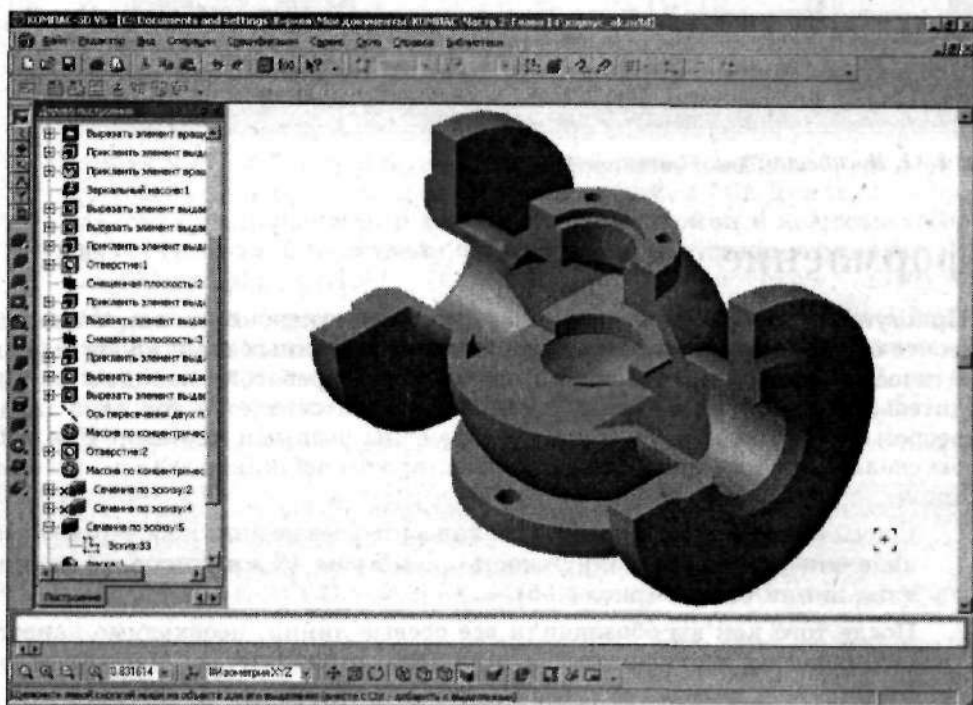

Рис. 4.53. Создайте третье сечение
19. После того как вы покинете режим редактирования эскиза, на панели инструментов **Редактирование детали** щелкните по кнопке  (Сечение по эскизу). На **Панели свойств** выберите направление отсечения, например, **Обратное** и щелкните по кнопке  (**Создать объект**). Сечение создано (рис. 4.53).